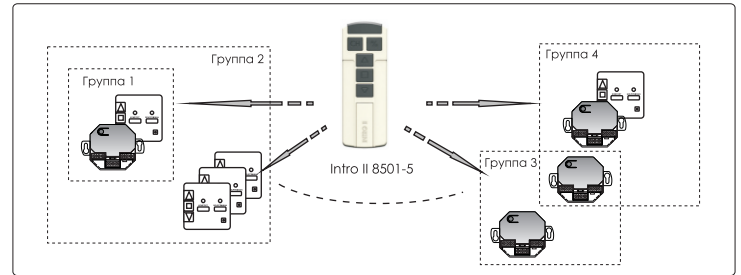

Рисунок 2 Организация групп
- могут быть разделены (например, Группа 1 и Группа 4 на рис. 2);
- могут пересекаться (например, Группа 3 и Группа 4 на рис. 2);
- могут быть вложенными (например, Группа 1 и Группа 2 на рис. 2).